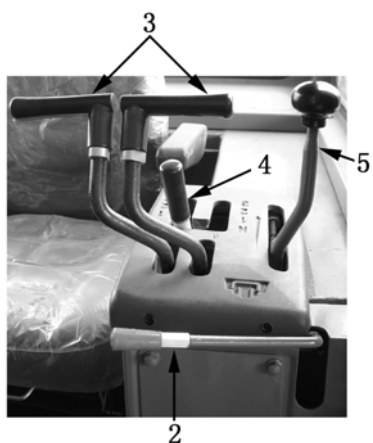
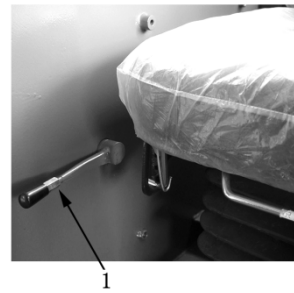

Figura 2-55
Figura 2-59
Tire la palanca de dirección (1) de la izquierda (derecha) al medio recorrido, la máquina va a girar a la izquierda (derecha) (figura 2-55, 2-56);
Tire la palanca de la válvula de admisión (5) a la posición de ralentí, para reducir la revolución del motor. Tire la palanca del cambio de velocidades (4) al punto neutral (N) (figura 2-55)
Pise la parte que cruzan los pedales de freno (2) de la izquierda y de la derecha, la máquina va a detener (figura 2-21); Tire la palanca de freno de bloqueo (1) a la posición cerrada (figura 2-59), y cierre bien la palanca del cambio de velocidades de bloqueo (figura 2-55)